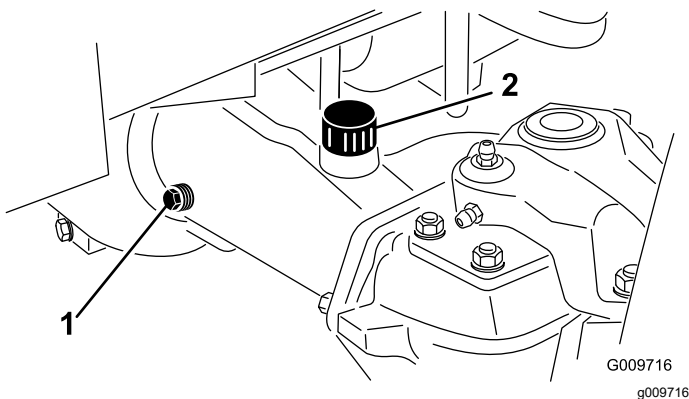

Figura 65
2. Togliete il tappo di controllo da un'estremità del ponte (Figura 65) e verificate che il lubrificante raggiunga la base del foro. Se il livello è basso, togliete il tappo di riempimento (Figura 65) e rabboccate con lubrificante finché non raggiunge la base del foro del tappo di controllo.